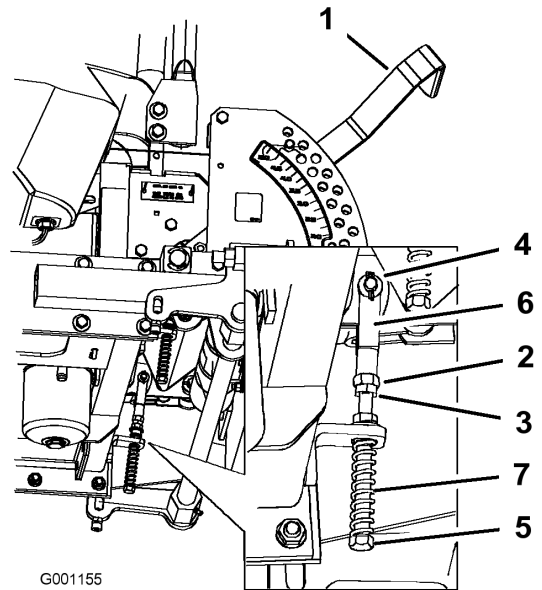

Bild 60
8. Sollte eine Einstellung erforderlich sein, lockern Sie die Mutter und die Klemmmutter gegen das Joch (Bild 60).
9. Drücken Sie den Fahrtriebshebel leicht nach hinten, drehen Sie den Kopf der Einstellschraube in die entsprechende Richtung, bis der Schalthebel in der Neutralsperrstellung zentriert ist (Bild 60).
10. Ziehen Sie die Mutter und die Klemmmutter an (Bild 60).